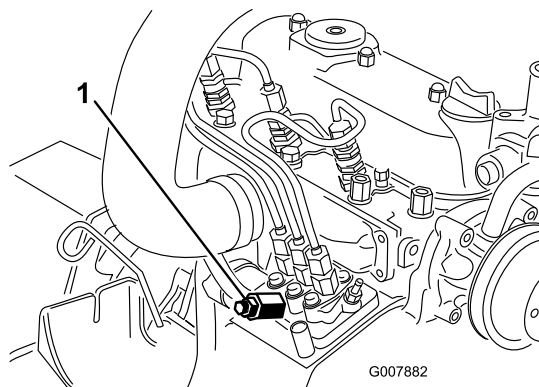

Figure 41
3. Placez un chiffon sous la vis de purge d'air sur la pompe d'injection et ouvrez-la (Figure 41).